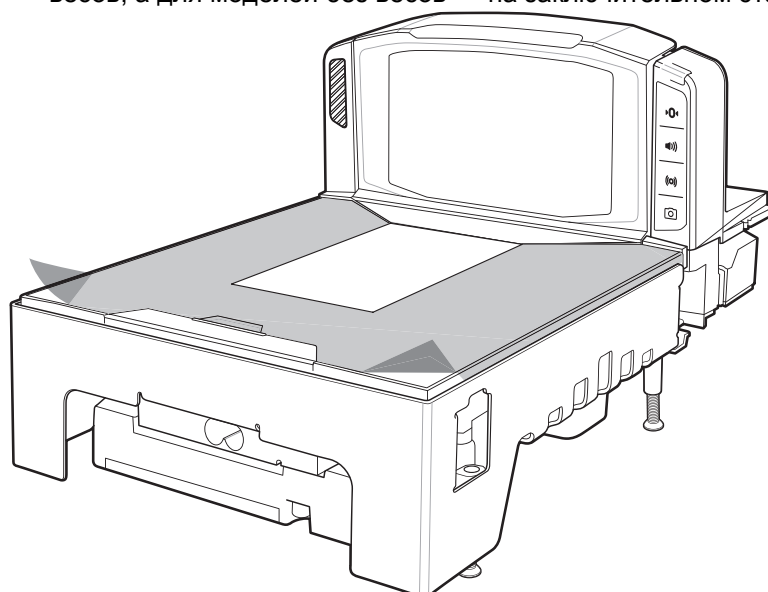

Рис. 3-4 Защитное покрытие платформы
2. Для дополнительной защиты во время транспортировки платформа MP70XX поставляется в плотной пластиковой пленке, как показано на Рис. 3-4. Перед началом эксплуатации устройства этот пластиковый слой необходимо удалить. (Для моделей с весами — непосредственно перед калибровкой весов; а для моделей без весов — на заключительном этапе установки)